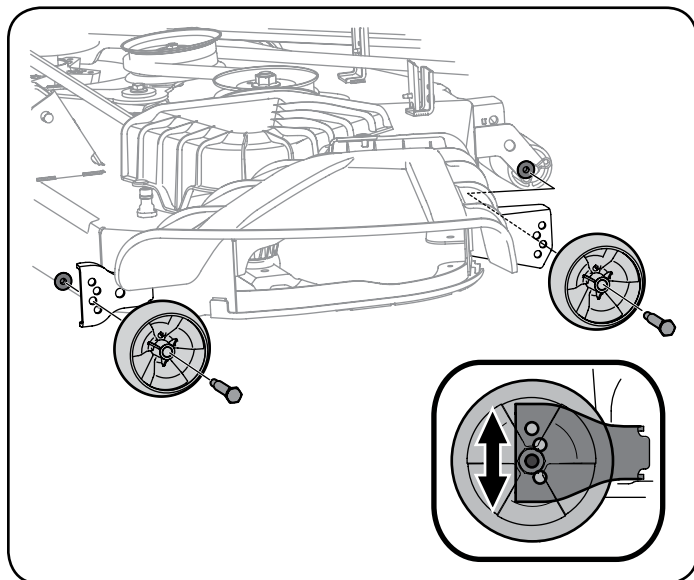

Figura 9
- b. Retire las ruedas delanteras y traseras de la plataforma retirando las tuercas de seguridad con brida y los tornillos con reborde que las sujetan a la plataforma ! a la Figura 9.